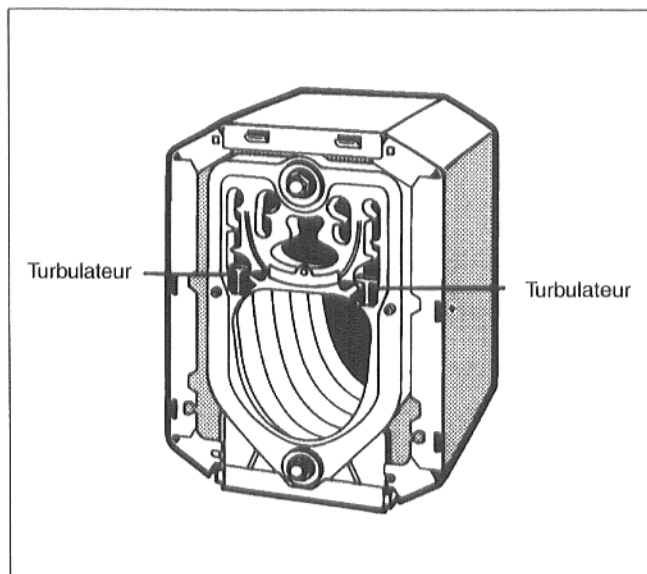

Fig. 31
- Lors de la livraison de la chaudière, les chicanes des gaz de combustion doivent être disposées horizontalement (Fig. 31).